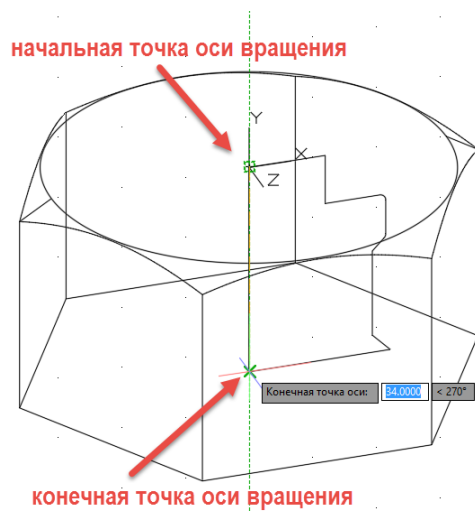

Рис. 3.7. Задание оси вращения контура
*Начальная точка оси вращения или:* используя объектную привязку **Конечная точка**  **Конточка**, щёлкните левой кнопкой мыши на верхнюю точку 1 оси вращения (рис. 3.7).